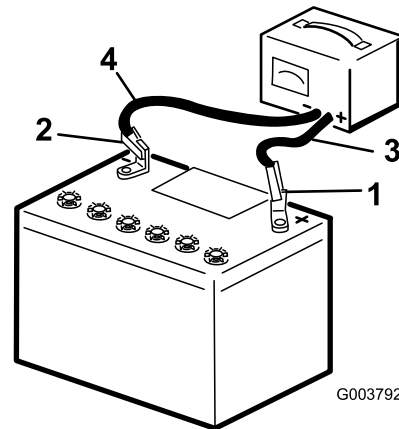

Bild 54
2. Laden Sie die Batterie für vier bis acht Stunden mit 3-4 Ampere auf (Bild 54). Überladen Sie die Batterie nicht.
3. Wenn die Batterie voll geladen ist, ziehen Sie den Stecker des Ladegeräts aus der Dose. Klemmen Sie dann die Klemmen des Ladegeräts von den Batteriepolen ab (Bild 54).